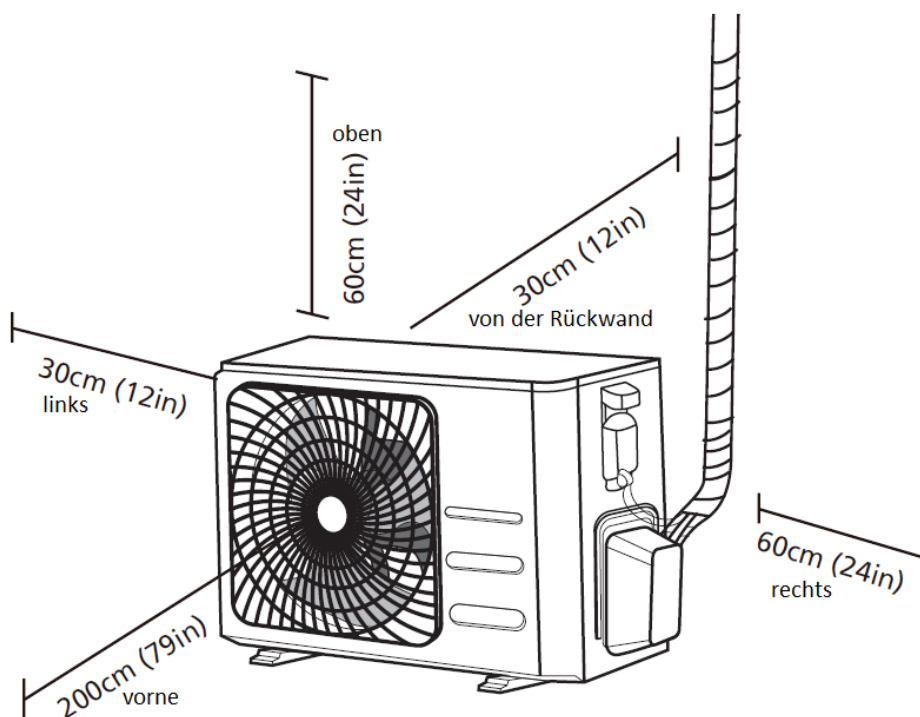

Fig. 4.1
- ✓ Erfüllt alle in den Aufstellungsraumanforderungen (Abb. 4.1) angegebenen räumlichen Anforderungen.